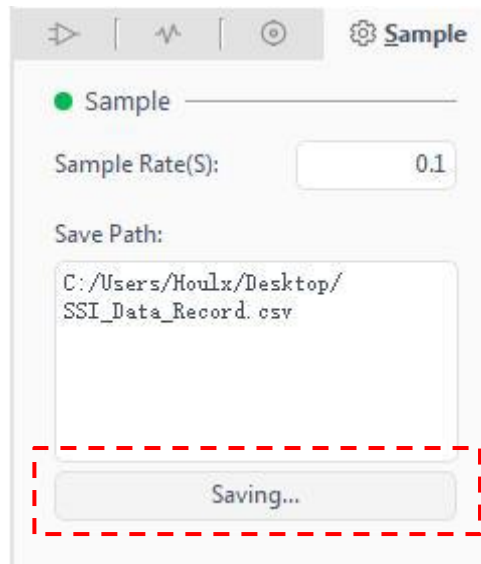

图 48. 数据保存配置区域图
3. 当数据保存时，Sample 界面会显示 “saving”，如图 48 所示。